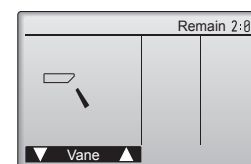

Fig. 7-4
- ② Nacisnąć przycisk [WYBIERZ], aby wyświetlić ekran pracy żaluzji, a następnie nacisnąć przyciski [F1] i [F2], aby sprawdzić automatykę żaluzji. (Fig. 7-4)